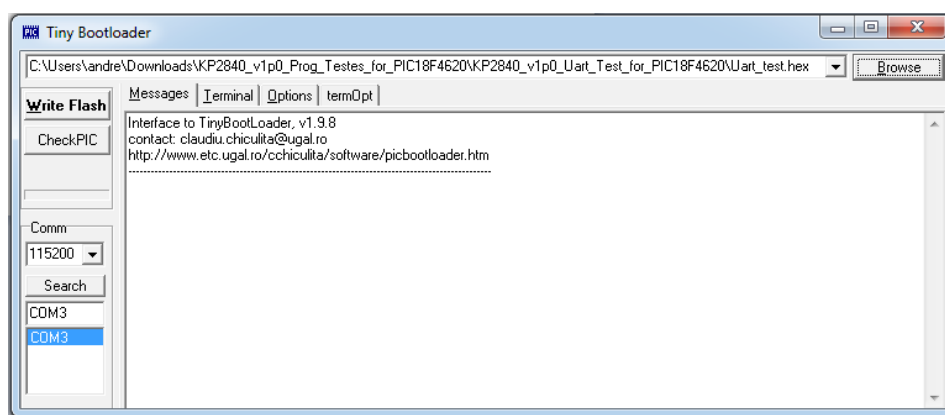

Figura 7: Tela do programa Tiny Bootloader.
* Observe na Figura 7 que o programa Tiny Bootloader detectou o cabo USB/Serial conectado à porta COM3 do PC.